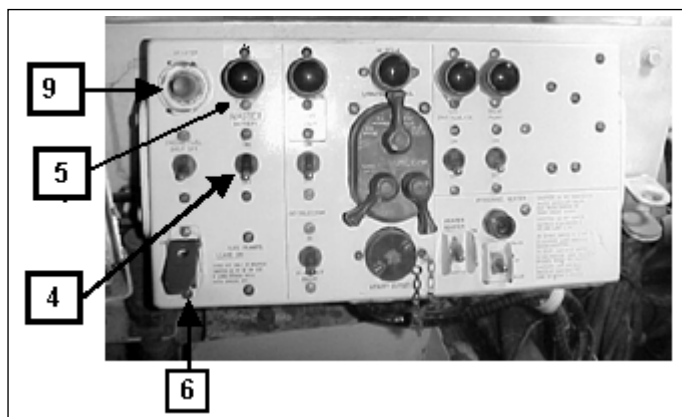

Fig 11-14. Painel principal do motorista
(7) Colocar a chave geral(4) em ligado. O indicador (5) acenderá.
(8) Colocar a tecla da bomba do combustível (6) em ligada (ON) caso ainda esteja em desligado (OFF). (Fig 11-14)
(9) Caso o motor não tenha sido ligado nos últimos 7(sete) dias, proceder como no item 11. Se o motor tiver sido ligado nos últimos 7(sete) dias, pular o item 11 e proceder como no item 12. Para partida a frio, pular o item 12.
(10) Tirar o ar dos bicos de combustível (Fig 11-14), acionando a alavanca da bomba de expurgo (7) até se observar uma resistência no acionamento da alavanca. Três ou quatro acionamentos serão suficientes para expurgar o ar.